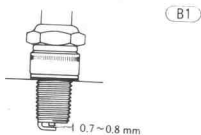

图 1-1
1. 如图 1-1 所示, 检查火花塞的性能, 清除电极中的积炭, 电极间隙在 $0.7 \sim 0.8 \text{mm}$, 旋紧力矩 $27 \text{N} \cdot \text{m}$ 。